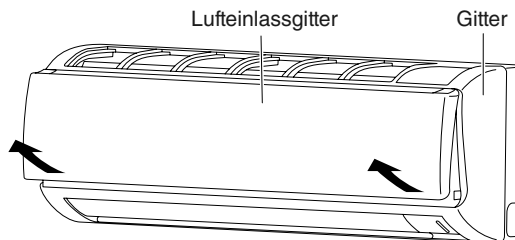

Abb. 3-85
- (1) Das Lufteinlassgitter an beiden Enden fassen und durch Öffnen nach vorne und Ziehen zu sich abnehmen. (Abb. 3-85)